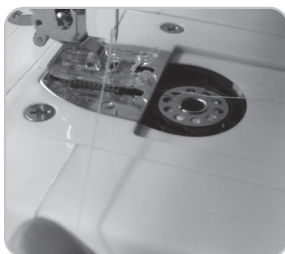

Fig 8
- 4.- Sostenga el hilo de la aguja ligeramente con la mano izquierda. Gire el volante hacia usted haciendo que la aguja baje y siga girando el volante hasta que la aguja vuelva a su posición más alta. (Fig.8)
- 4.- Hold the needle thread loosely with your left hand. Turn the hand wheel toward you, first lowering the needle, and continuing to turn the hand wheel until the needle comes to its highest position. (Fig. 8)
- 4.- Segure a linha da agulha levemente com a mão esquerda. Rode o volante na sua direção fazendo com que a agulha baixe e continue a fazer rodar o volante até que a agulha volte à sua posição mais elevada. (Fig. 8)